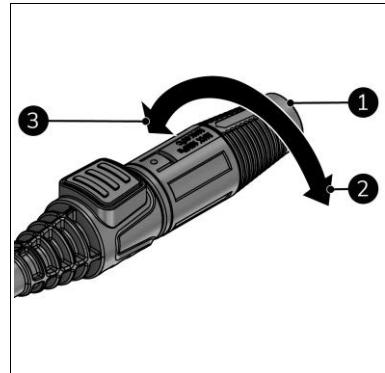
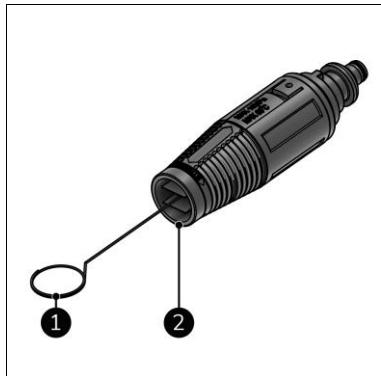

Figure 12
Figure 18
- Tournez la tête de la buse (figure 12, pos. 1) pour modifier l'angle du jet :
- pour un angle inférieur (plus puissant), tournez-la dans le sens des aiguilles d'une montre (figure 12, pos. 2).
- pour un angle supérieur (plus puissant), tournez-la dans le sens inverse des aiguilles d'une montre (figure 12, pos. 1).
3. Retirez la buse (figure 18, pos. 2) de la rallonge de la lance (figure 12, pos. 2).
4. Nettoyez la buse à l'aide de la tige de nettoyage (figure 18, pos. 1).